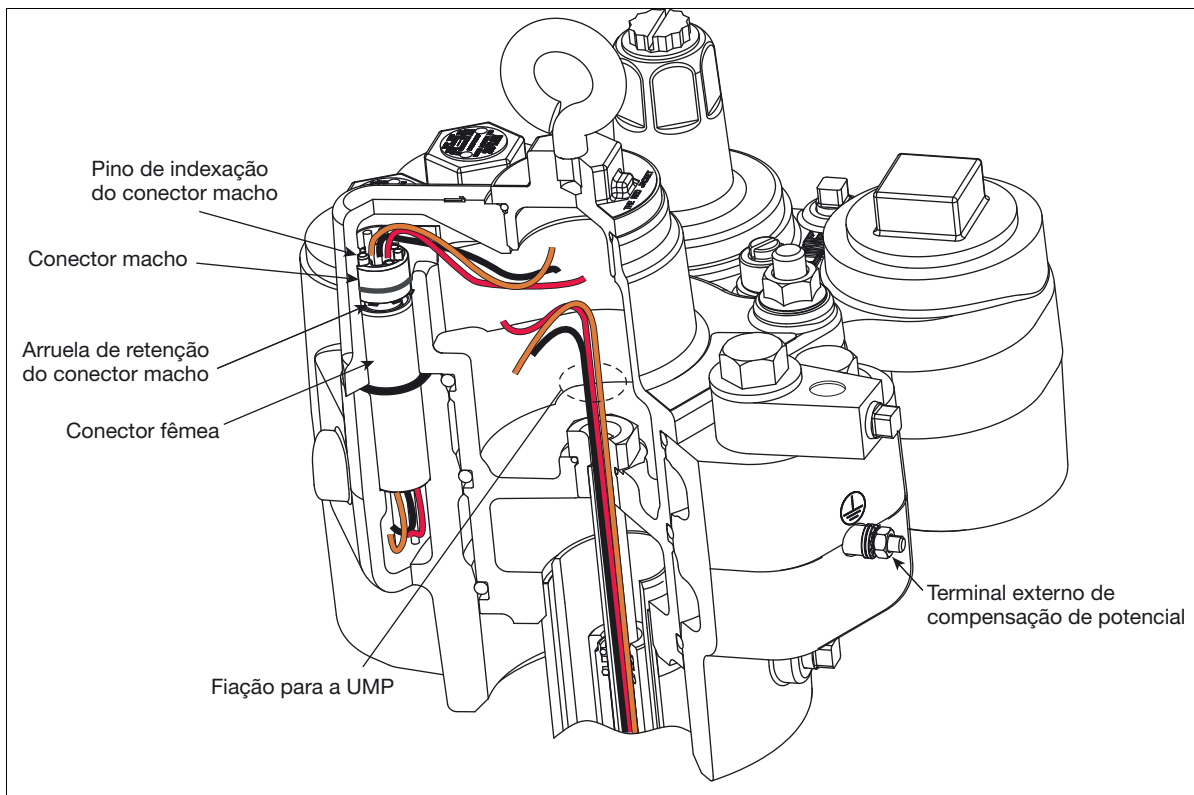

Figura 51. Conectores de fiação entre o empacotador e o manifold
5. Posicione o conector macho dentro do empacotador (consulte a Figura 51).
22. Remova o anel de vedação do conector fêmea do manifold. Pegue o anel de vedação de 0,862 pol. de diâmetro interno x 0,103 pol. de largura do kit de conectores e lubrifique-o com vaselina. Insira esse anel de vedação em sua ranhura no manifold ao redor do conector fêmea (consulte a Figura 51 na página 64).